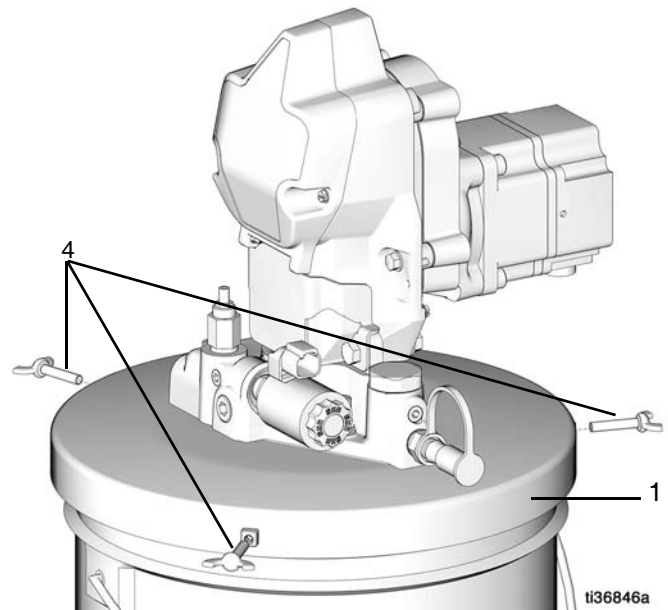

FIG. 10
10. Ponga los cuatro tornillos de mariposa (4) en la cubierta (1) y apriételos bien (FIG. 10).